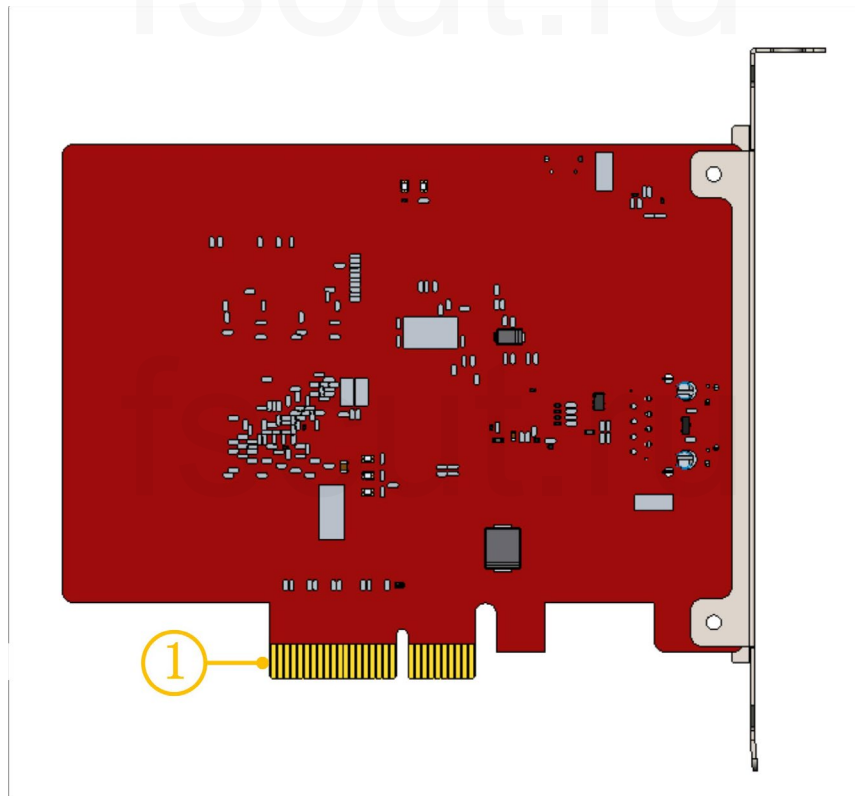

Рисунок 6 Позолоченные контакты
Гнездо PCIE BMC2283 – X4 (Рисунок 6①) можно использовать для X4, X8, X16. Стандарт протокола последовательного интерфейса PCI Express – V2.0 (Gen2). Требования к материнской плате BMC2283 представлены в Таблице 2-3.